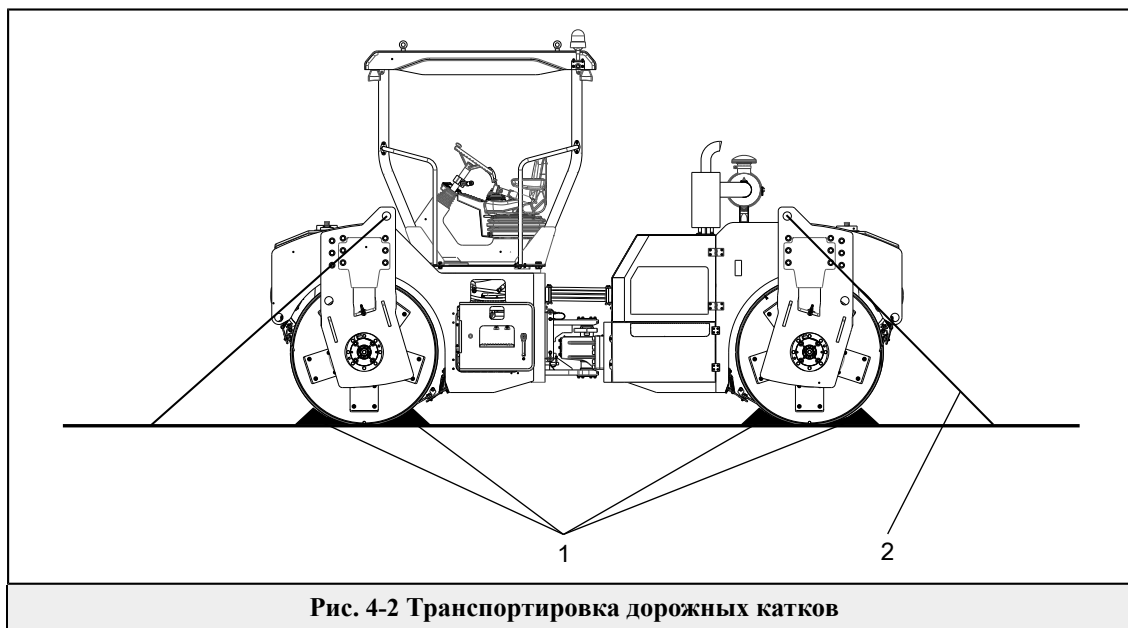

Рис. 4-2 Транспортировка дорожных катков
Использовать клин (1) на заблокировку передних и задних колес, чтобы предотвратить скольжение машины, и использовать тросы (2) на закрепление каток на транспортном средстве (см. Рис. 4-2 ).